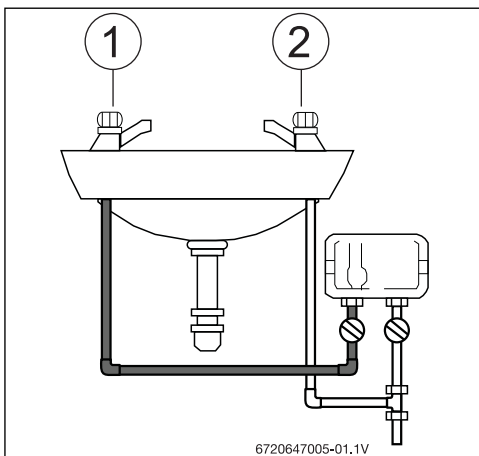
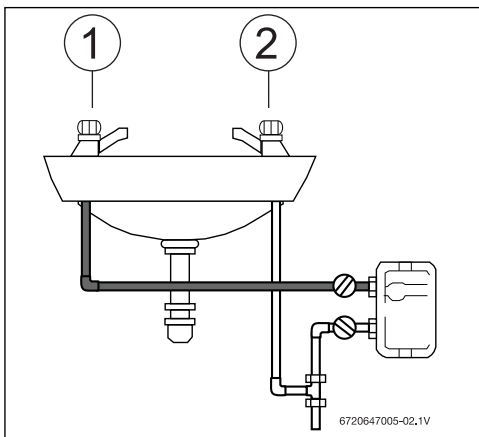
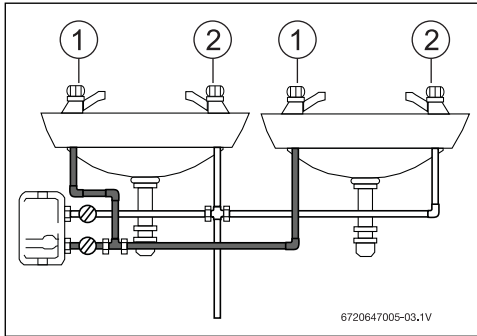

Fig. 6 Exemples d'installations (vue frontale)
Fig. 7 Exemples d'installations (vue frontale)
Fig. 8 Exemples d'installations (vue frontale)
- Le montage doit être identique à celui indiqué Fig. 6, Fig. 7 et Fig. 8 avec les raccords d'alimentation en eau en bas ou à droite de l'unité. La conduite d'eau chaude doit être le plus court possible en vue d'économiser l'énergie.